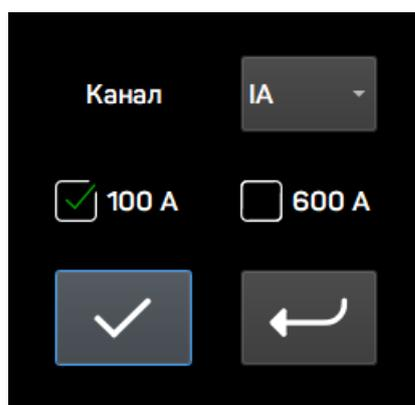

*Рис. 7 – Правильный вариант расположения проводника при разных типах датчиков тока*
**5.9.** Для достоверных показаний силы тока проводник необходимо располагать как показано на рис. 7.